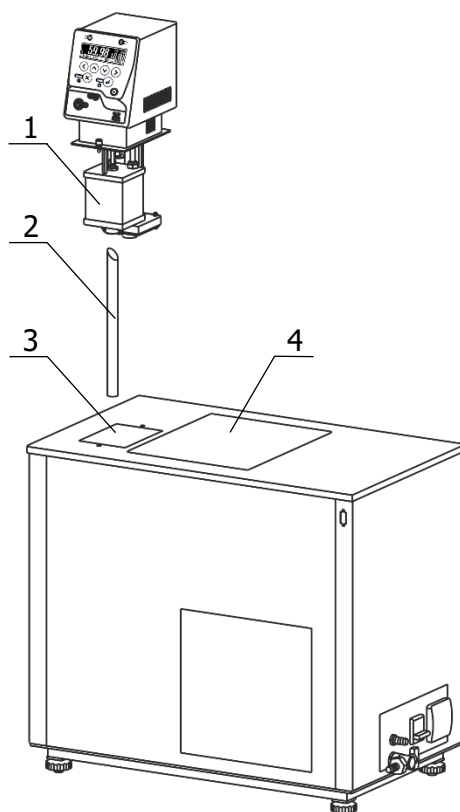

Рисунок 2 — Установка блока регулирования
2.2.3 Вставить выходную трубку 2 (рисунок 2) в переходное отверстие на дне основной ванны 3 термостата косым срезом вверх, как показано на рисунке 2.
2.2.6 Заполнить ванну термостата теплоносителем через отверстие над рабочей ванной 4 (рисунок 2) до момента начала слива теплоносителя из переливного штуцера 7. Температурный диапазон применения теплоносителя должен соответствовать значениям, указанным в 1.2.6.
2.2.10 Причина отсутствия перелива — неправильная работа насоса, вызванная воздушной пробкой, образовавшейся в резервуаре 1 (рисунок 2). Для ее устранения необходимо:
2.2.11 Установить крышку 3 (рисунок 1) в отверстие над рабочей ванной 4 (рисунок 2).